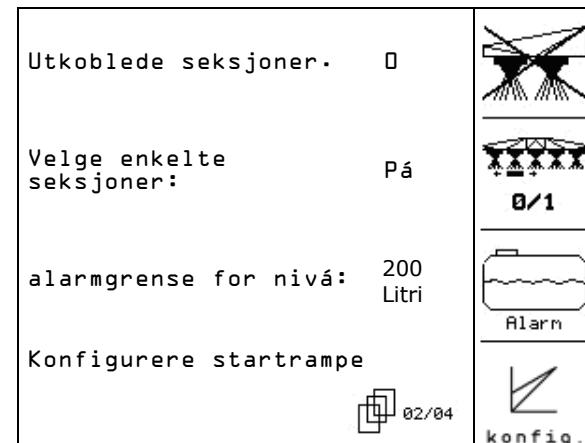

Fig. 9
Side 2 02/05 (Fig. 9)
- Koble ut delbredder permanent. Det viste sifferet (Fig. 9) informerer om antallet delbredder som er koblet ut permanent (siffer 0 = ingen delbredde koblet ut). (Se side 30).